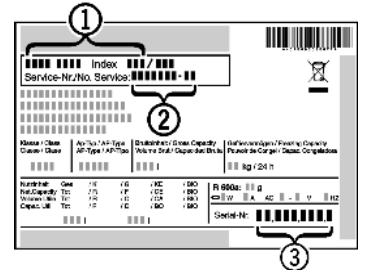

Fig. 20
- ▶ Назва пристрою Fig. 20 (1), сервісний номер Fig. 20 (2) та серійний номер Fig. 20 (3) вказані на табличці типів. Табличка типів знаходиться всередині пристрою, зліва.
- ▶ Повідомте сервісну службу про характер неполадки, назву пристрою Fig. 20 (1), сервісний номер Fig. 20 (2) та серійний номер Fig. 20 (3).